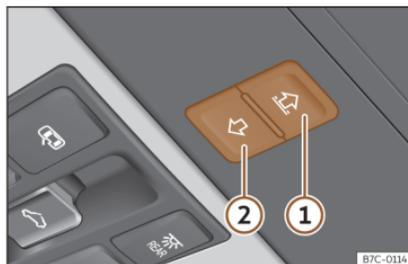

Fig. 85 Dans le ciel de pavillon : touches du store pare-soleil.
Les touches >>> **fig. 85** ① et ② possèdent deux niveaux. Le premier niveau permet d'ouvrir ou fermer entièrement ou partiellement le store pare-soleil.
• *Store pare-soleil* : dans les 5 secondes à partir de l'activation de la fonction anti-pincement, appuyez sur la touche **fig. 85**  jusqu'à ce que le store se ferme complètement.